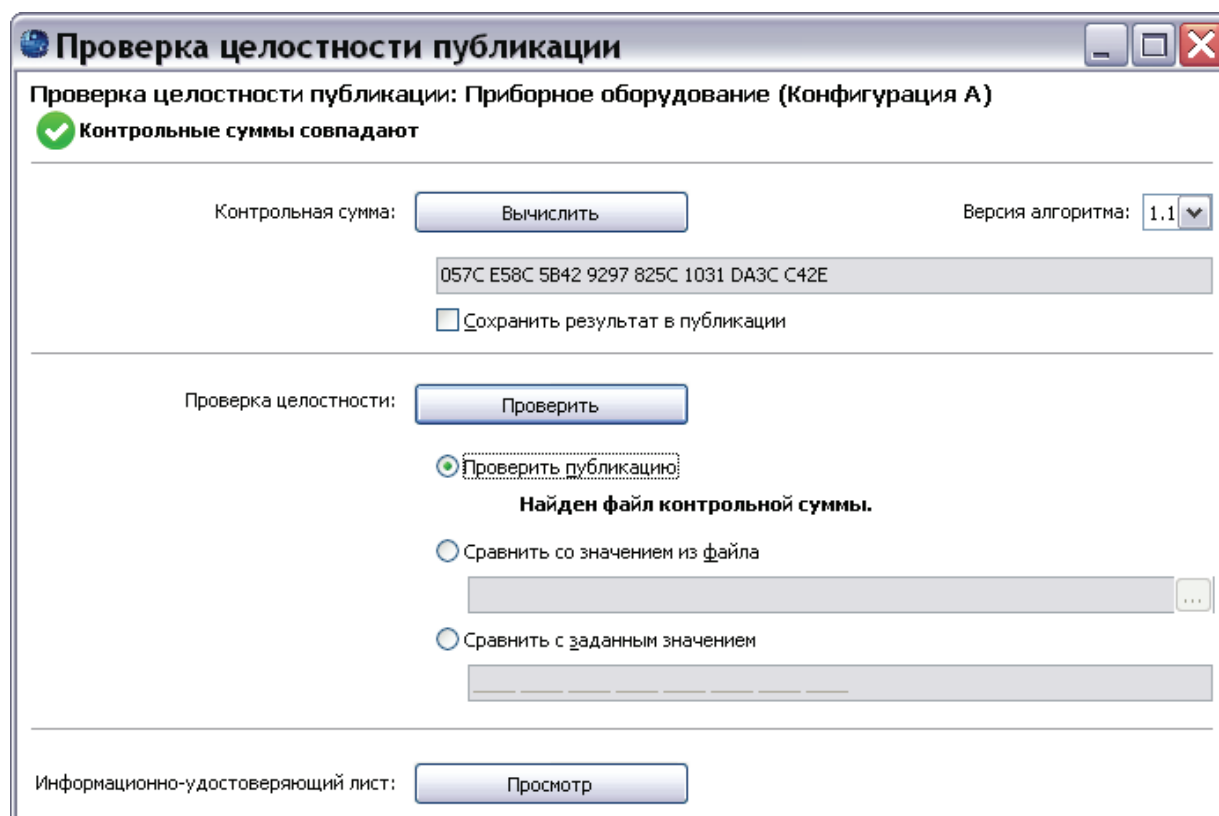
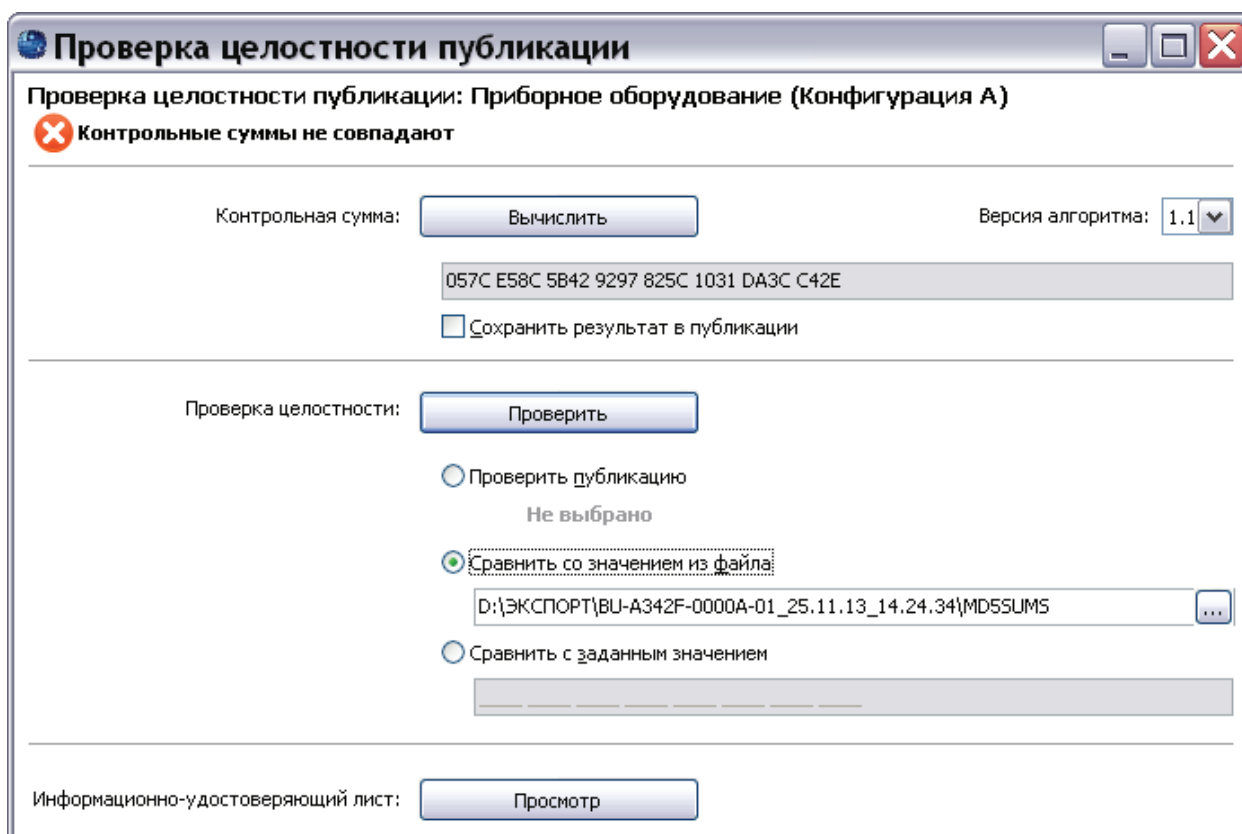

Рис. 3.112
Рис. 3.113
5. После выбора параметра нажмите на кнопку **Проверить**. После сравнения вычисленного значения контрольной суммы публикации со значением контрольной суммы, соответствующим выбранному параметру проверки, появится сообщение о результате проверки (Рис. 3.112, Рис. 3.113). Если контрольные суммы не совпадают, просматриваемая публикация не соответствует исходной публикации, экспортированной из TG Builder.